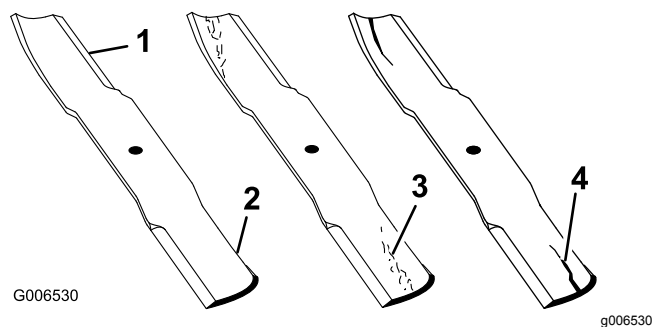

Figura 62
1. Inspeccione as extremidades de corte (Figura 62).
4. Se verificar quaisquer fissuras, desgaste, ou a formação de ranhuras nesta área instale imediatamente uma lâmina nova (Figura 62).